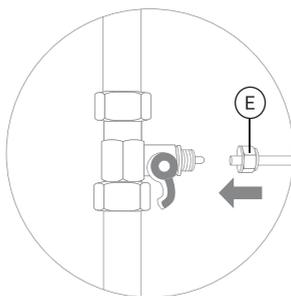
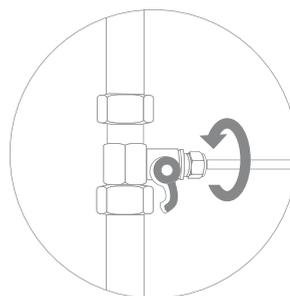

Рис. 7
Рис. 8
2. В гайку (Е) проденьте трубку (рис. 7). Конец трубки наденьте на штуцер адаптера-вентиль до упора и плотно накрутите гайку (рис. 8).